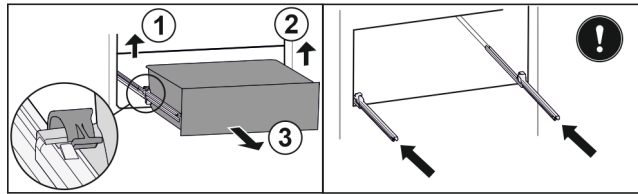

Fig. 161
- ▶ Приподнимите левый зажим и одновременно вытяните движением вперед выдвижной ящик слева. Fig. 161 (1)
- ▶ Приподнимите правый зажим и одновременно вытяните движением вперед выдвижной ящик справа. Fig. 161 (2)
- ▶ Извлеките выдвижной ящик движением вперед. Fig. 161 (3)